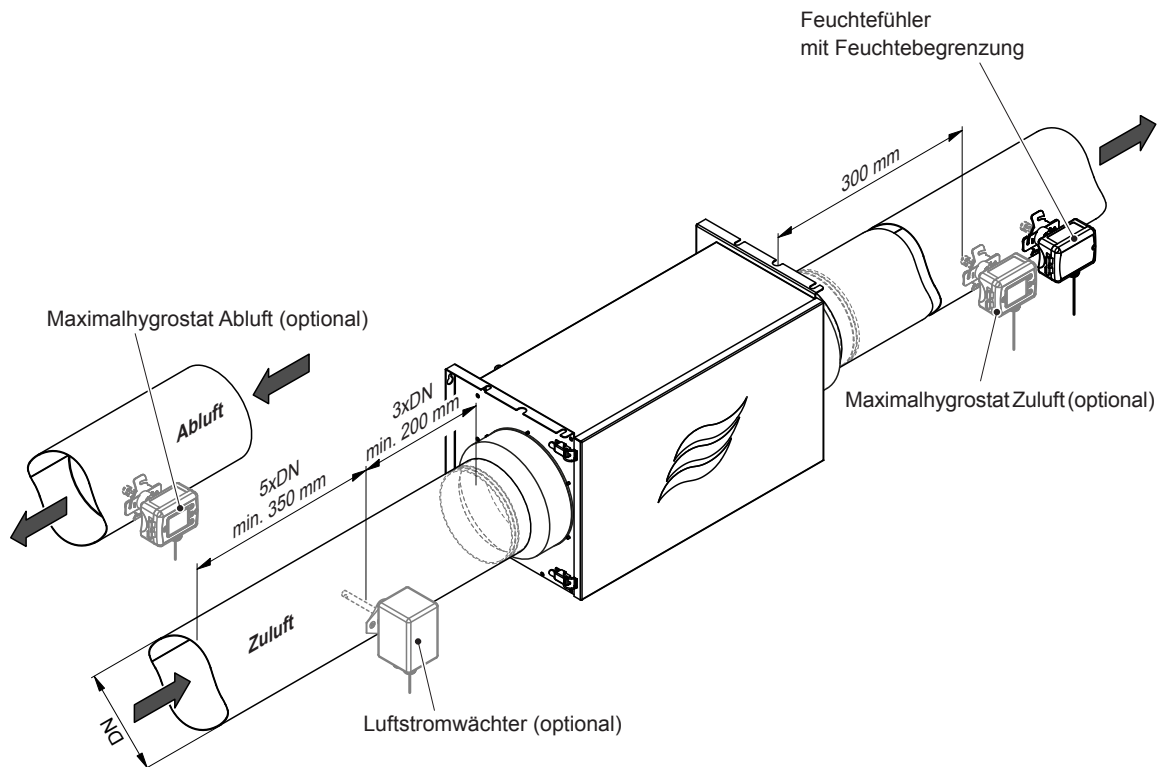

Abb. 22: Platzierung des Feuchtefühlers und der Überwachungsgeräte bei Zuluft-Feuchteregelung
Bei der **Zuluft-Feuchteregelung** sind die Sensoren wie folgt einzubauen (siehe Abb. 22):
1. Das Einführungsloch für den Sensor ($\varnothing 16$ mm) in den Lüftungskanal bohren (Platzierung siehe Abb. 22).